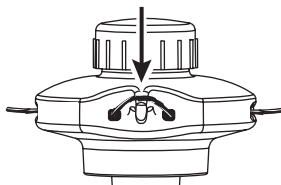

Fig. 19
5. Poussez le fil de la débroussailluse derrière le crochet pour l'empêcher de se détacher en cours de fonctionnement (Fig. 19).